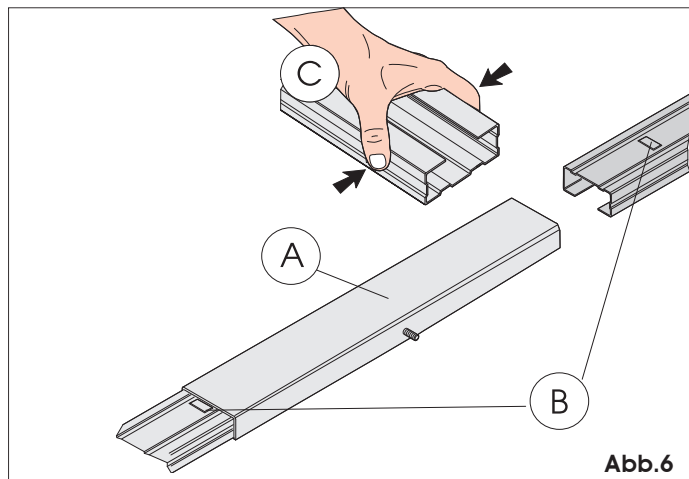

Abb.6
- 1) Die beiden Teile der Gleitführung zusammenbauen und hierfür die mittlere Verbindung (Abb. 6 Bez. A) bis zum Anschlag der Bezugsmarkierungen aus Metall einführen (Abb. 6 Bez. B). Zur Erleichterung des Einsatzes der Gleitführung wird empfohlen, diese in die mittlere Verbindung einzusetzen und laut Angaben in Abb. 6, Bez. C, zusammenzudrücken. Keine Werkzeuge verwenden, die die Führung oder die Verbindung verformen könnten.